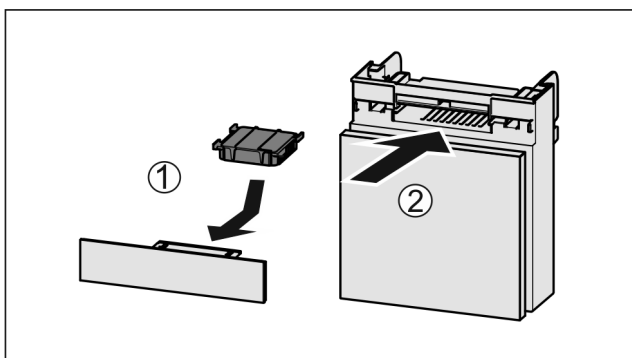

Fig. 40
- ▶ Inserire il vano Fig. 40 (2).